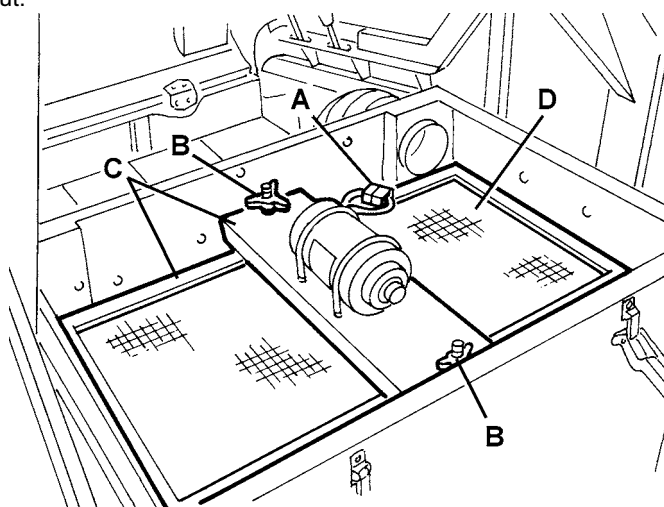

Figure 13
5. Débrancher le connecteur (A, Fig. 13) du secoueur.
6. Dévisser les pommeaux (B, Fig. 13) et enlever le cadre de fixation (C) du filtre.
7. Enlever le filtre à poussière (D, Fig. 13).